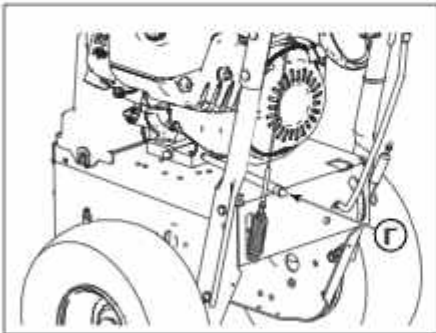

Рис. 31
3. Выньте пробку из сливного отверстия (рис. 31, поз. Г). Слегка наклоните снегоочиститель в заднем направлении. Слейте масло в подходящую для этого емкость.